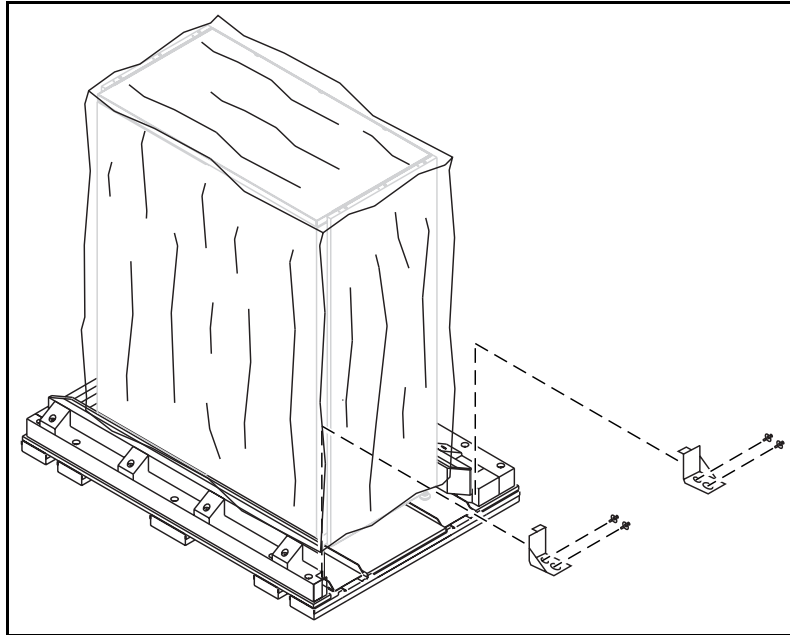

Figure 4-7. Retrait des deux blocs d'arrêt
12. Retirez les deux blocs d'arrêt sous le côté gauche de la librairie de sauvegarde sur cartouches (voir Figure 4-7).